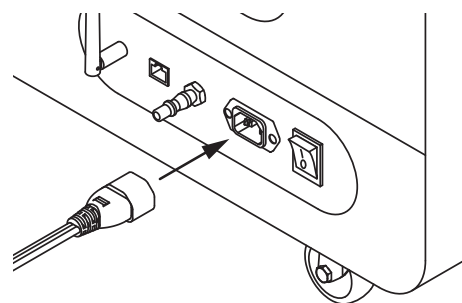

Abb. 2.1 Verbinden des Netzteils mit dem Netzteilanschluss.
1. Schließe den Drucker an eine Stromquelle an (Abb. 2.1). Der Netzteilanschluss befindet sich auf der Rückseite des Druckers.